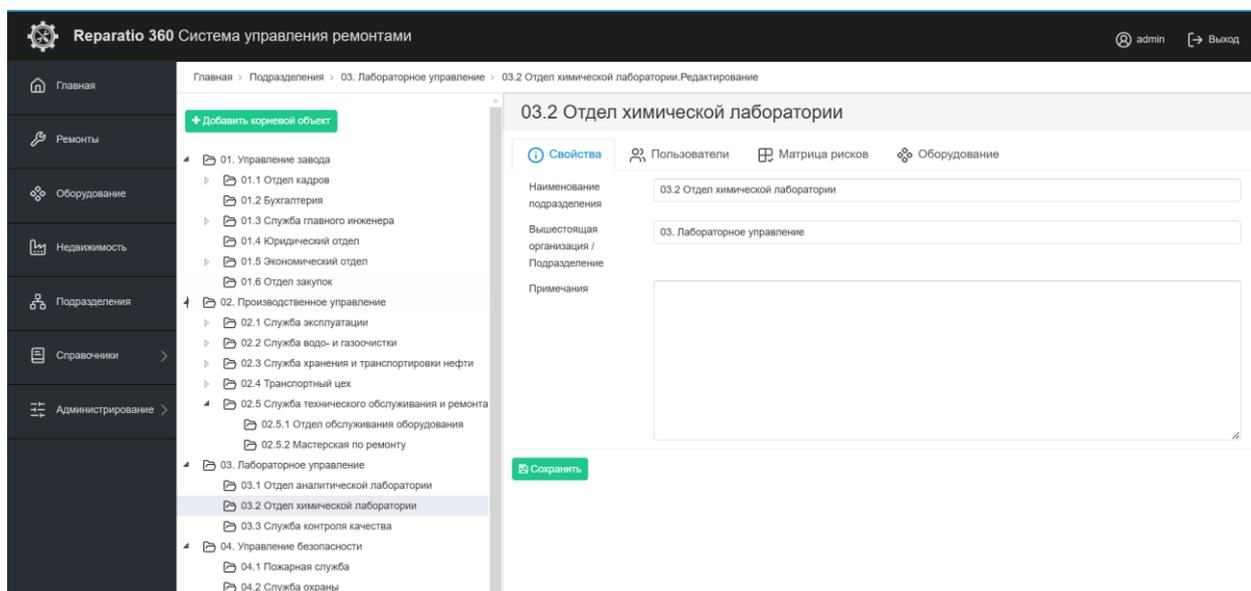

Рисунок 24. «Подразделения. Свойства»
В левой части экрана представлен иерархический список всех подразделений организации, в правой – карточка подразделения, вкладка «Свойства» (см. рисунок 24).
- ❑ **Свойства** – информация о наименовании подразделения, вышестоящей инстанции (см. рисунок 24);